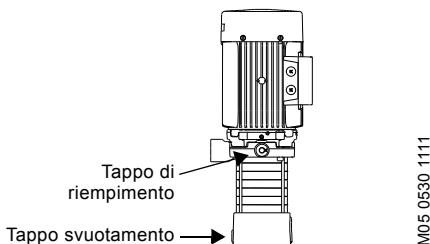

Fig. 4 Tappi di riempimento e di svuotamento
- Rimuovere il tappo di riempimento. Vedi fig. 4.
Rimuovere i tappi di riempimento e svuotamento. Vedi fig. 4.